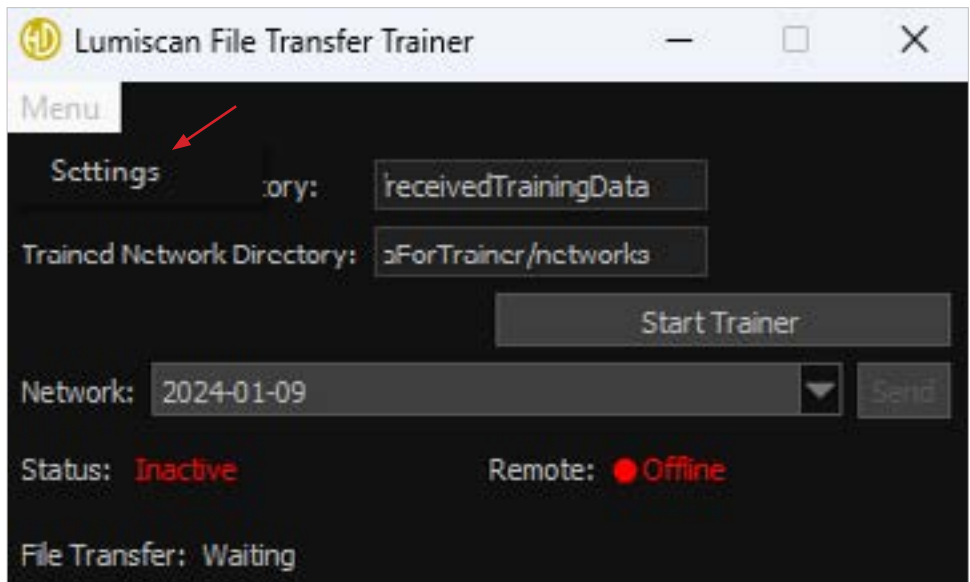

Fig. 34: Lumiscan File Transfer Trainer: Menu
- b. Click on **Settings** (Fig. 34).